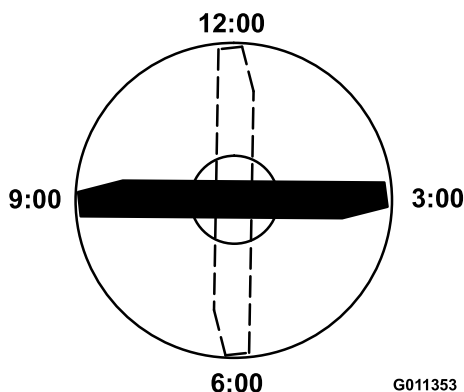

Рисунок 70
3. Установите режущую кромку отмеченного конца ножа в положение «12 часов» (строго прямо по направлению скашивания) и измерьте высоту от стола до режущей кромки ножа (**Рисунок 70**).
4. Поверните отмеченный конец ножа в положения «3 часа» и «9 часов» и измерьте значения высоты (**Рисунок 70**).